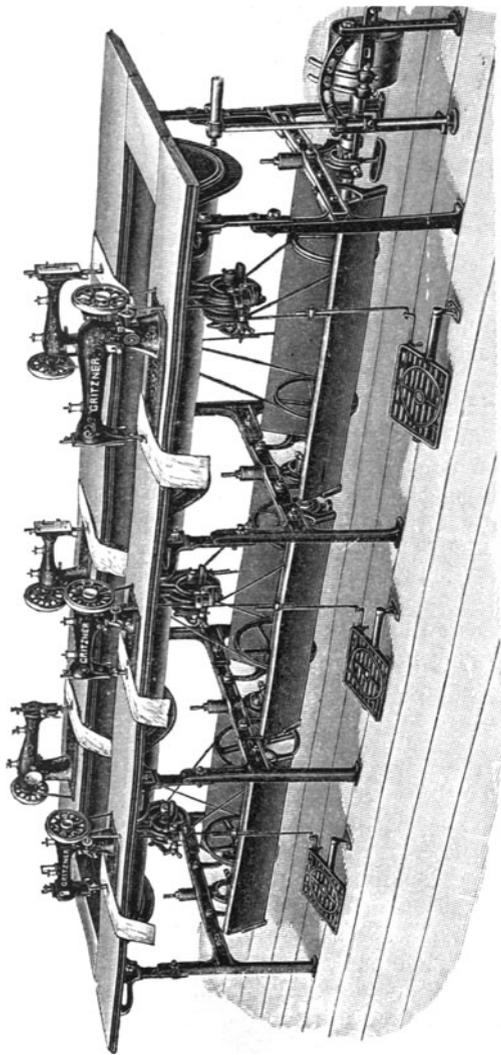

Abb. 8.
**Gruppenantrieb durch Motor (Abb. 8).** Die Gestelle der Ma- schinen sind sehr stark gebaut, die Tischplat- ten haben mulden- förmige Ansätze